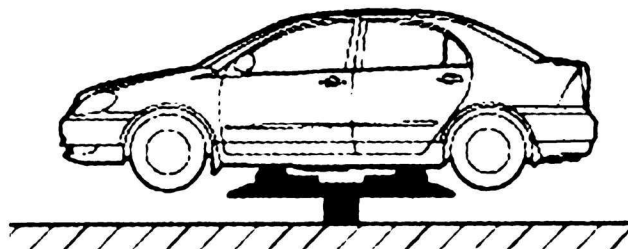

图 1-2-5 工位五
(5) 工位五 (举升机升至低位): 检查制动器阻滞状况, 将制动液从制动总泵储液罐抽出, 为更换制动液做准备, 如图 1-2-5 所示。